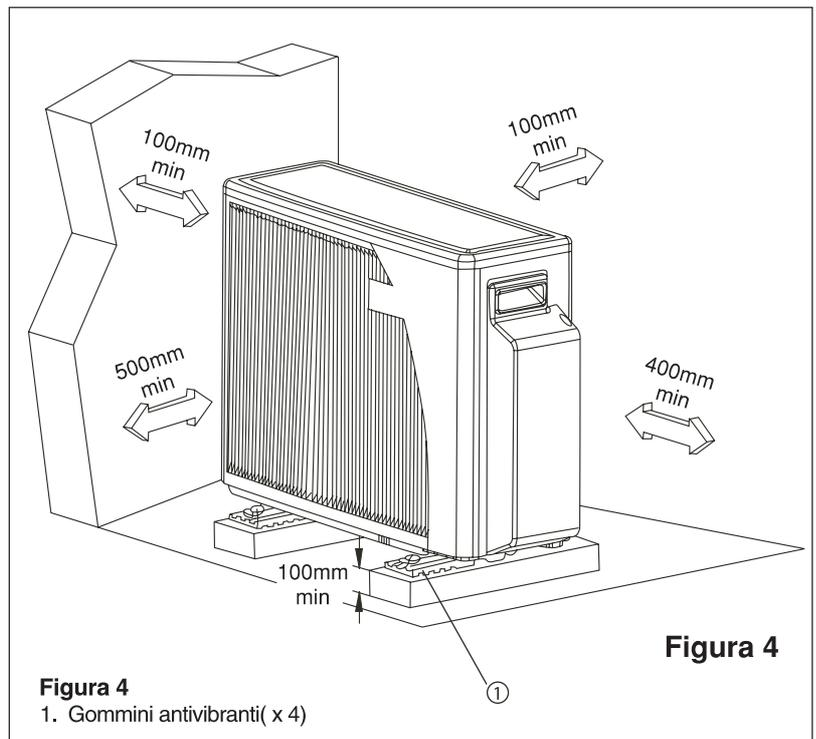

Figura 4
1. La posizione deve permettere l'assistenza facile e la buona circolazione d'aria come indicato in figura 4.